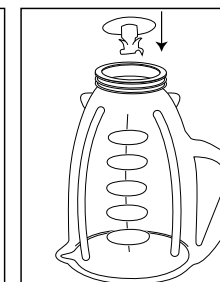

FIGURA 3
3. Coloque la cuchilla dentro del vaso. (Figura 3)